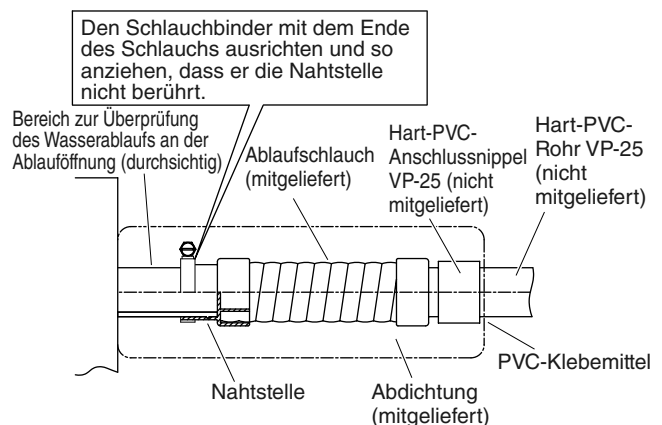

Abb. 3-25
- (1) Ein Standard-Hart-PVC-Rohr (Außendurchmesser: 32 mm) als Ablaufleitung zusammen mit dem mitgelieferten Ablaufschlauch und Schlauchbinder verwenden, um Undichtigkeiten zu vermeiden. Das PVC-Rohr muss separat gekauft werden. Hierbei einen Spalt zwischen Ablauf-Anschlussstutzen und PVC-Rohr lassen, um eine Prüfung des Abflusses zu ermöglichen. Das Schauglas an der Ablauföffnung gestattet die Kontrolle des Abflusses. (Abb. 3-25)
- Die Schlauchbinder so festziehen, dass ihre Sicherungsmuttern nach oben weisen. (Abb. 3-25)